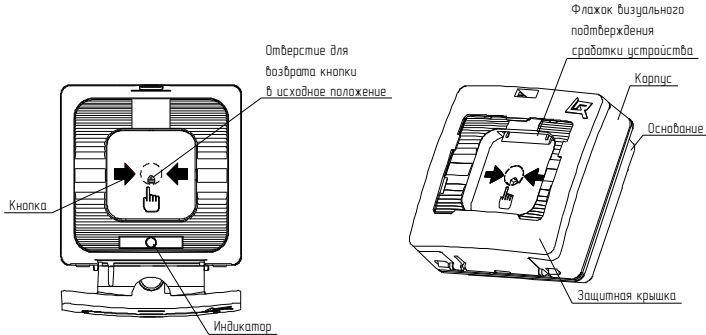

Рисунок 1
- 5.1 УДП представляют собой устройства, формирующие сообщение о событии при нажатии на приводной элемент (кнопку). При этом формируется сообщение в виде скачкообразного уменьшения сопротивления в ШС до величины не более 500 Ом, сопровождающееся включением оптического индикатора и выпадением цветного флажка(Рисунок 1).
- Выпадающий цветной флажок является визуальным подтверждением нажатого состояния приводного элемента УДП (Рисунок 1). При возврате кнопки в исходное положение флажок занимает начальную позицию.